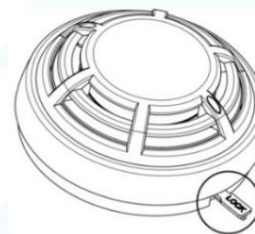

Fig.5
- Pour déverrouiller la sirène, placez l'interrupteur jusqu'à la position spécifiée (Fig. 5) et tournez le corps de la sirène dans le sens des aiguilles d'une montre ;